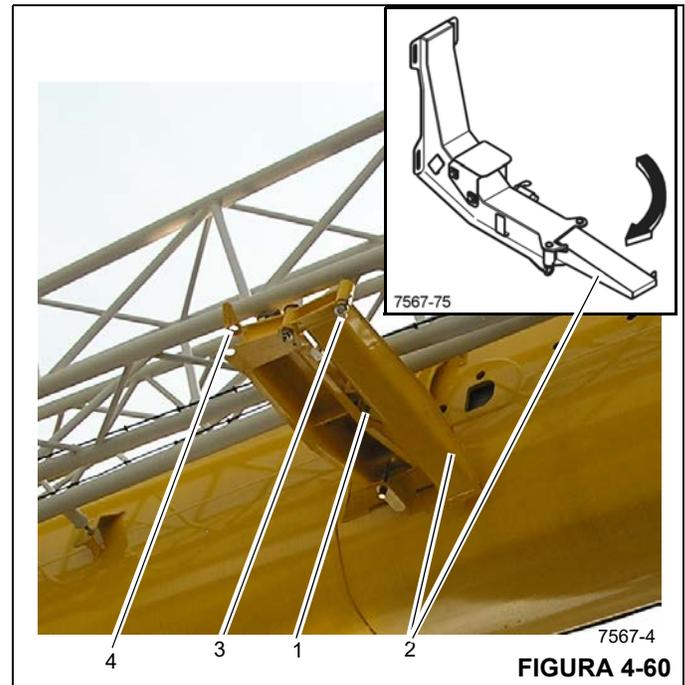
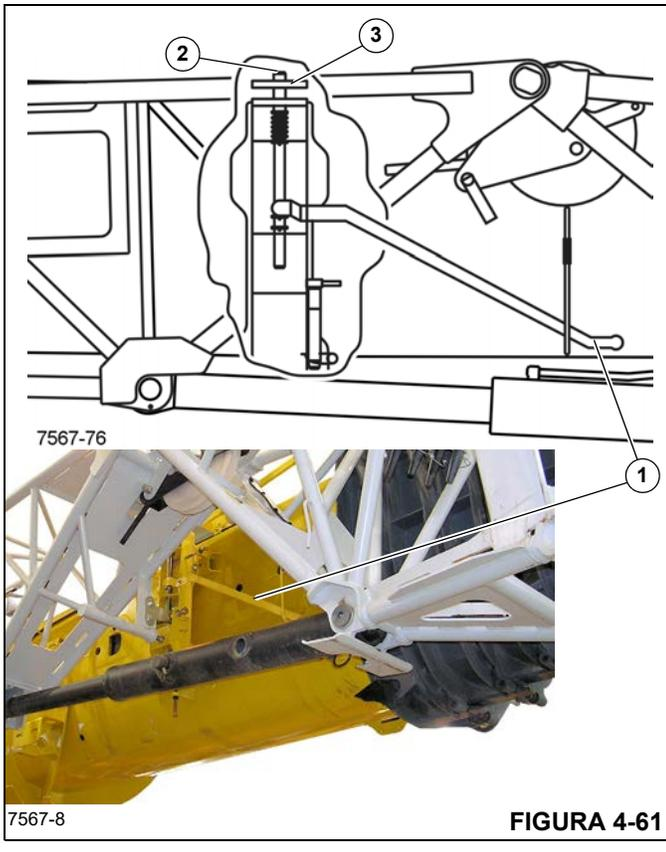

FIGURA 4-60
FIGURA 4-61
2. Suelte el pasador de retención (1) y despliegue la rampa guía (2) hasta que el pasador de bloqueo (3) se engrane en la orejeta (4) (Figura 4-60).
3. Utilizando la varilla del plumín, tire de la manija del pestillo delantero (1) (Figura 4-61) hacia abajo para poner el pasador de pestillo en posición para bloquear la extensión contra la pluma principal.
5. Desconecte el cable guía de la punta de la pluma y tire de la parte delantera de la extensión de manera que quede sobre la rampa guía (2) (Figura 4-60) y que la orejeta de bloqueo (3) (Figura 4-61) esté completamente engranada por el pasador del pestillo delantero (2).
Si el pasador del pestillo delantero (2) (Figura 4-61) no se engrana en la extensión de 36 pies (11 m), **PARE**. NO continúe almacenando las extensiones de pluma hasta que el pasador del pestillo delantero se haya engranado correctamente en la extensión y el pasador de bloqueo horizontal (1) (Figura 4-63) se haya instalado correctamente.